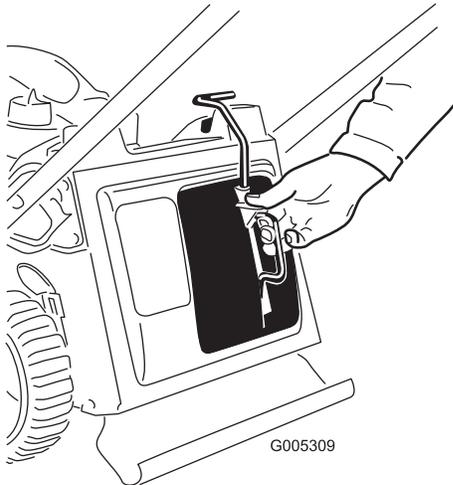

Figura 28
1. Togliete il tappo mulching (Figura 28).